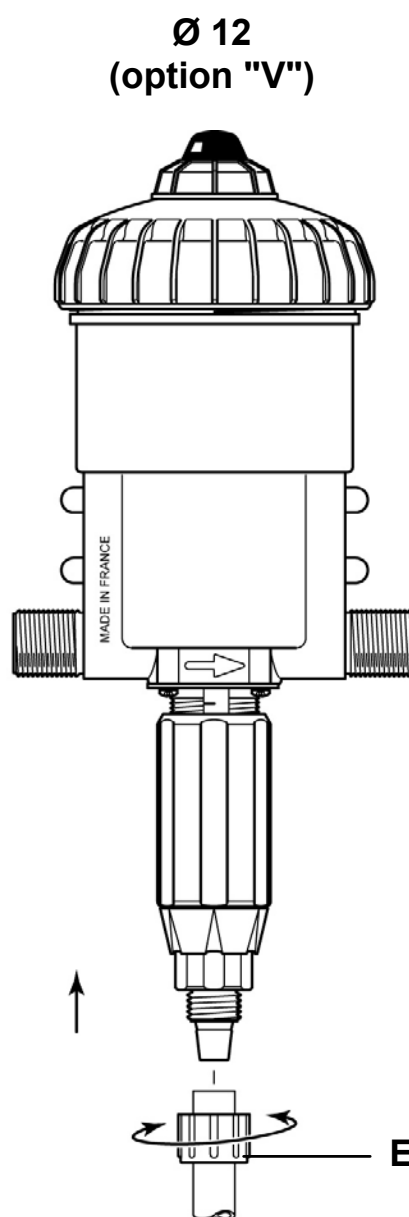

Abb. 8
- Gleiche Operation bei Option 'viskose Medien' (**Abb. 8-E**).